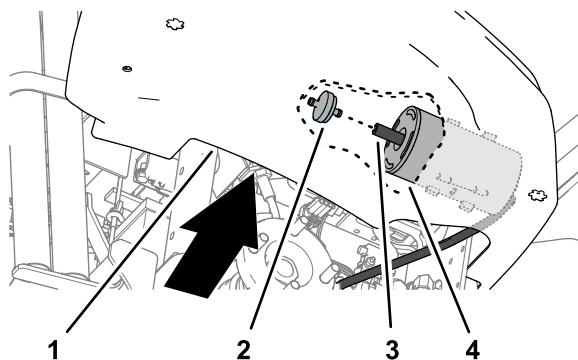

Рисунок 32
4. Протянув руку вокруг нижней внутренней кромки консоли, потяните фильтр бачка с активированным углем назад и от шланга на конце бачка с активированным углем (Рисунок 32).
5. Вставьте новый фильтр бачка с активированным углем в шланг на конце бачка с активированным углем (Рисунок 32).